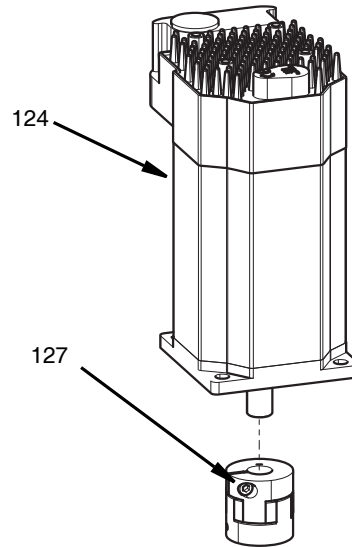

FIG. 36
7. Lossa den övre roterande kopplingens (127) klämskruv med en 2,5 mm insexnyckel. **OBS!** Använd inte en insexnyckel med kula.
8. Ta bort den roterande kopplingen (127) från motoraxeln. Se FIG. 36.